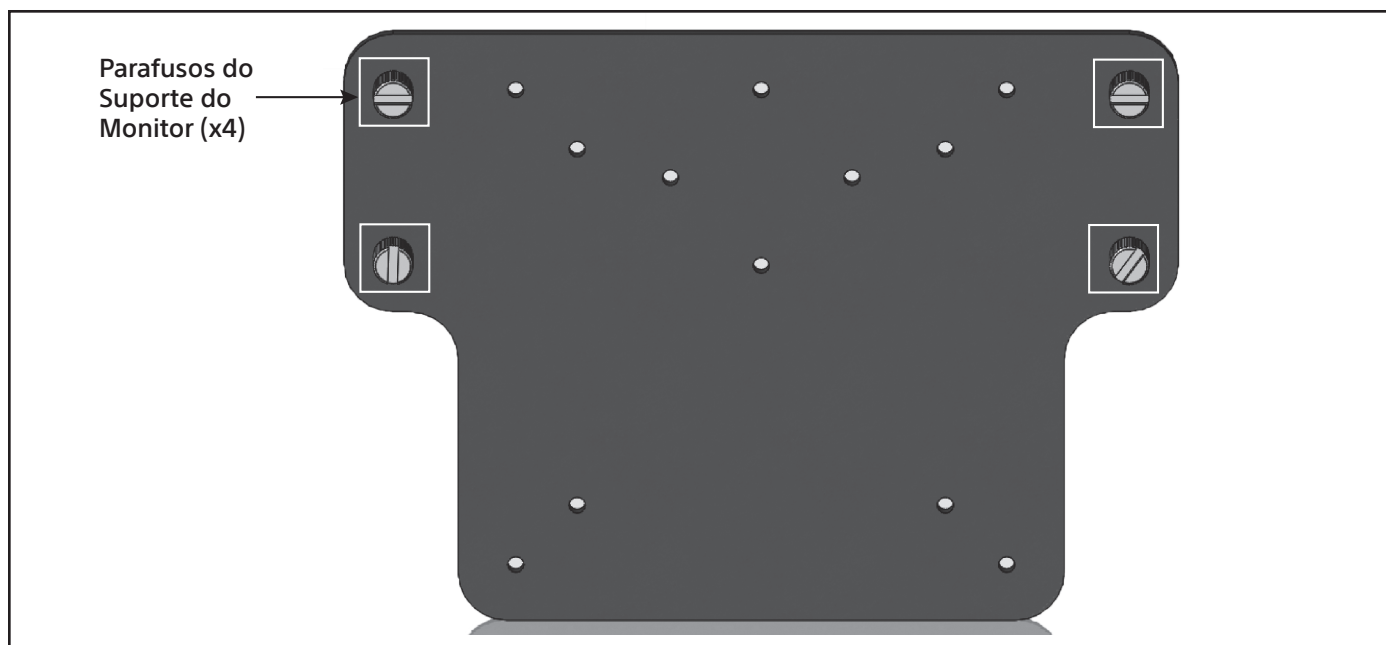
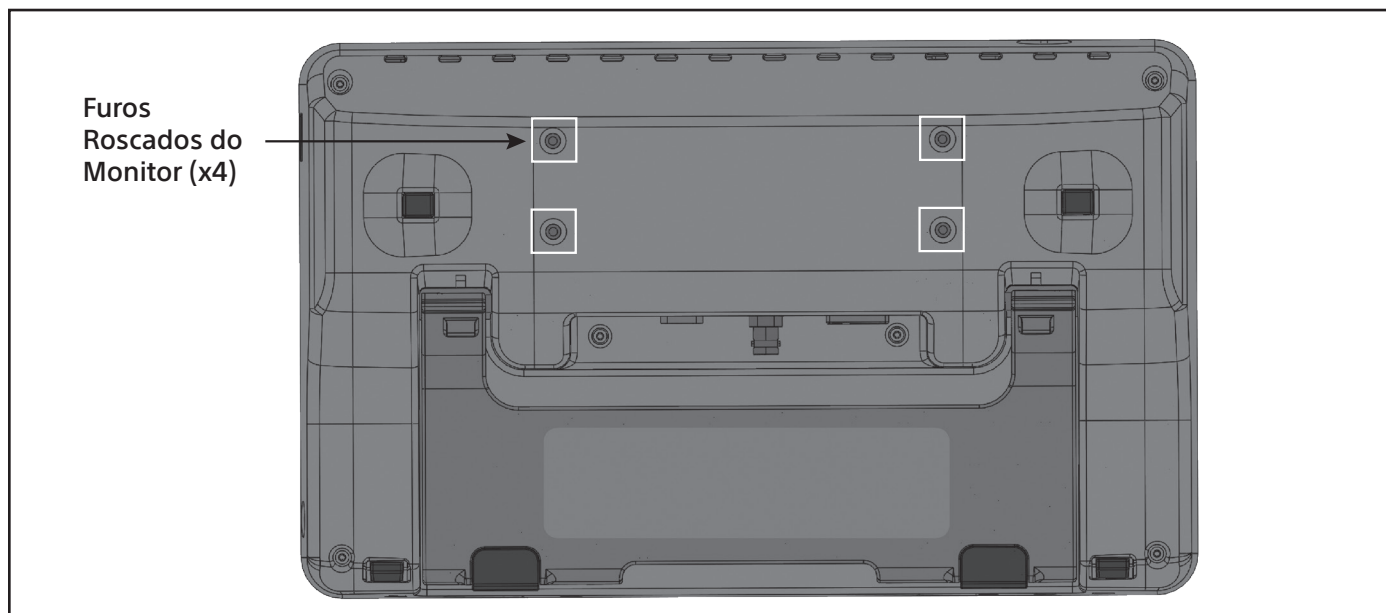

Figura 19. Alinhe os Parafusos do Suporte do Monitor
Figura 20. Furos Roscados do Monitor
4. Alinhe os parafusos do suporte do Monitor EXALT (Figura 19) com os furos roscados da parte de trás do Monitor EXALT (Figura 20).